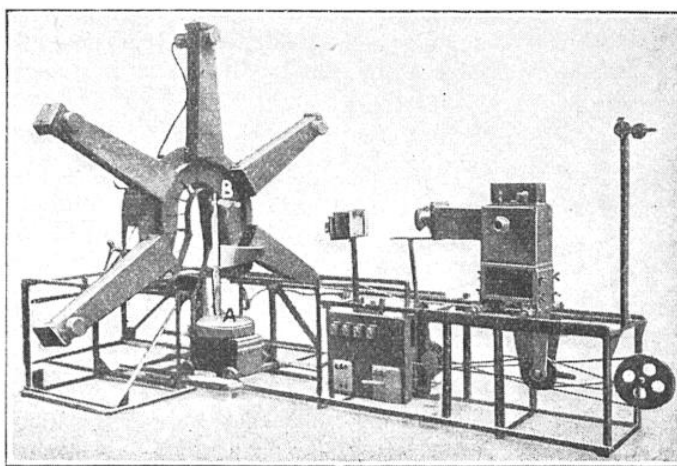

FIG. 17. — APPAREIL DE PHOTO SCULPTURE IMAGINÉ PAR M. GIVAUDAN
M. Givaudan, de Lyon, a exposé un très curieux appareil de photosculpture (fig. 17), dont voici le principe. Le sujet étant assis sur la table mobile A de l'appareil, sa tête prend place au point de convergence B de cinq foyers lumineux, situés à l'extrémité des grands tubes rayonnants que l'on remarque à gauche de la photographie. Pendant toute la durée d'une opération, la table mobile se déplace vers l'arrière, de sorte que, à chaque instant, l'éclairage de la figure se trouve modifié.